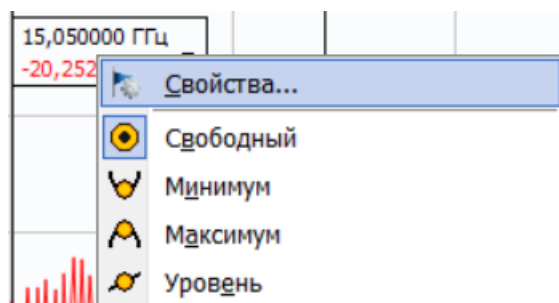

Рисунок 3. Выбор окна «Свойства маркера».
6. Создать второй маркер. Нажать на «маркер 2» правой кнопкой мыши и перейти в окно «Свойства маркера» (рисунок 3).